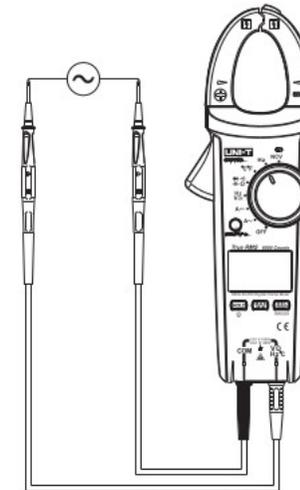

Figura 12
9. Frecuencia (Solo UT216B/C) (Ver figura 12)